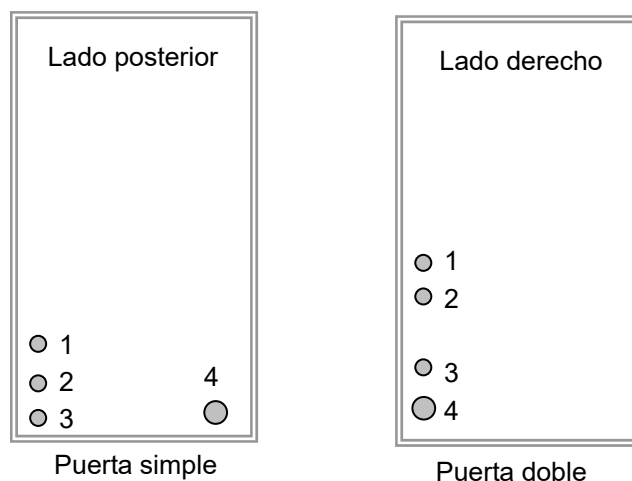

Figura 2
B. Asegúrese que todos los pasos indicados anteriormente estén conectados de forma correcta, y luego suministre el agua destilada en la entrada de agua según se muestra en la posición 1 de la Figura 2. El agua se llenará de forma automática hasta que alcance el nivel de agua "FULL" (LLENO) cuando se encienda e inicie el funcionamiento de la autoclave.